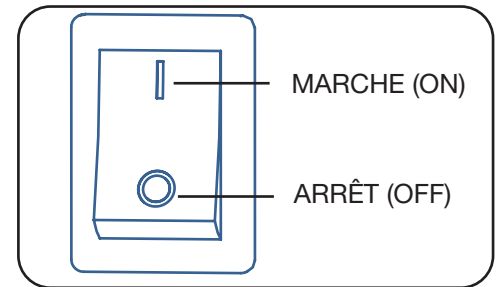

Figure 3-3
2. Si votre appareil est doté d'un interrupteur d'arrêt d'urgence, assurez-vous que l'interrupteur est placé à la position MARCHE (ON) (ligne continue) lorsque vous démarrez le moteur. Voir Figure 3-3.
Pour arrêter le moteur en utilisant l'interrupteur d'arrêt d'urgence, placez l'interrupteur à la position ARRÊT (OFF) (cercle). Voir Figure 3-3.